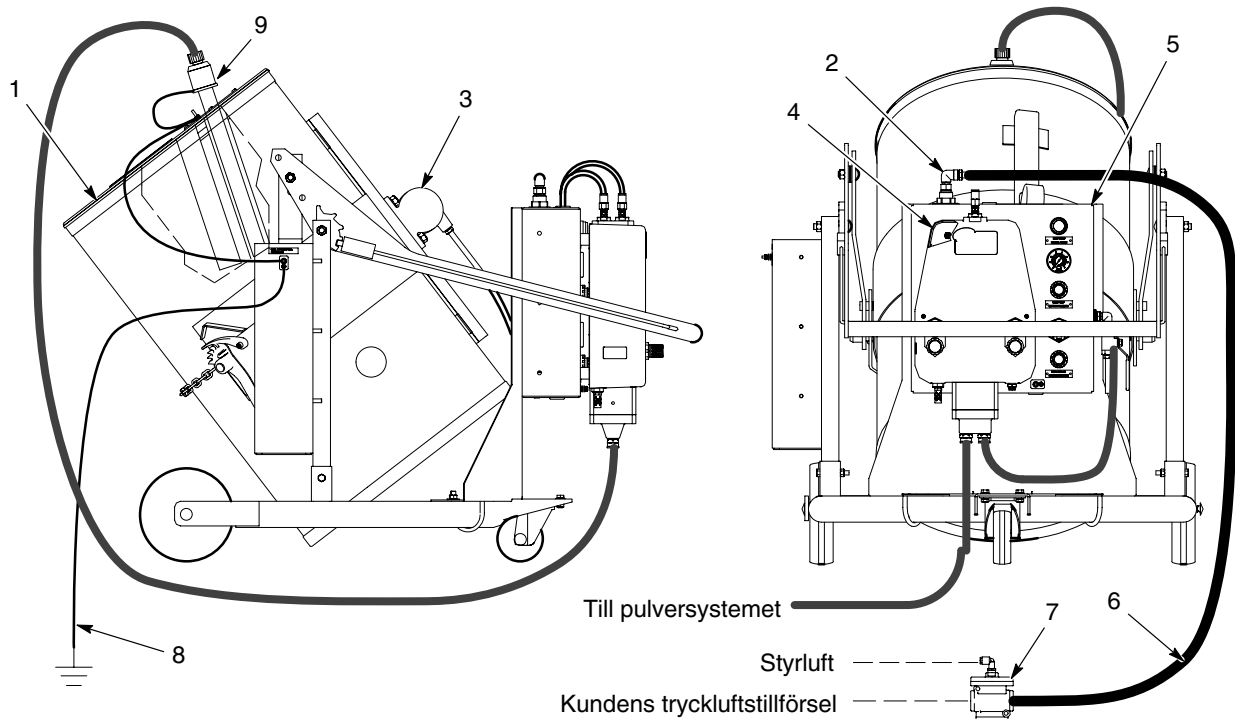

Bild 1 Komponenter och anslutningar i HDLV 55-Gallon pulverfat med kärna
Se bild 1. HDLV 55-gallon pulverfatsurlastaren använder en Prodigy® HDLV högkapacitetspump för att flytta jungfrupulver till ett pulverbeläggningssystem. Pumpen kan köras manuellt eller automatiskt. En luftdriven vibratormotor fluidiserar pulvret i fatet så att det lättare kan pumpas.
Se bild 1. Gör följande anslutningar:
**Automatikdrift:** Installera den medföljande styrluftsventilen (7) i slangen för tryckluftstillförsel för att automatiskt starta och stoppa pumpen. Typiskt används en nivågivare på en matningshopper för att öppna en magnetventil som förser styrventilen med luft.
**Tryckluftstillförsel:** Anslut den medföljande 4.5-meter (15-fot) luftslangen (6) till ren, torr tryckluft. Minimum tryck på luften är 4.8 bar (70 psi).
**Fatlock:** Sätt i ett fat i kärran och fäst det med kedjan och låsmekanismen. Tag av transportlocket och sätt på fatlocket istället. Anslut fatlockets jorklämma till jordtaget på kärrans sida. Fäll ner fatet till den vinkel som visas i bild 1.
**Sugrör och adapter:** Sätt en röradapter på sugröret (9). Sätt i sugröret i en av rörstyrningarna i locket. Anslut en av jordkablarna från fatlocket till sugröret.